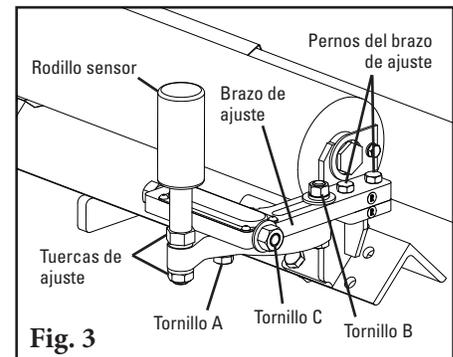

Fig. 3
4. **Levante la banda** aproximadamente 3" (75mm) donde se instalará el alineador (Fig. 3).
4. **Ajuste los rodillos sensores** para que estén a 3/4" (19mm) de la banda en cada lado. Ajuste al aflojar los tornillos "A" y "B", luego gire los tornillos "C" (Fig. 3 & 3a).
4. **Ajuste los rodillos sensores para que estén a 3/4" (19mm) de la banda en cada lado.** Ajuste al girar los tornillos "C" (Fig. 3).